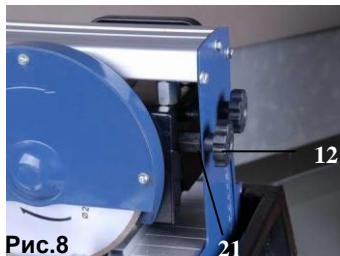

Рис.8
- Ослабьте крепительную гайку (12, Рис.8).
- Снимите опорный винт (21, Рис.8).